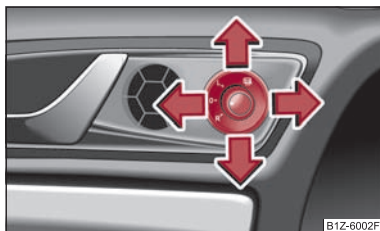

Fig. 46 Interiorul portierei: Buton rotativ
- Aduceți butonul rotativ în poziția **☀** ⇒ fig. 46.